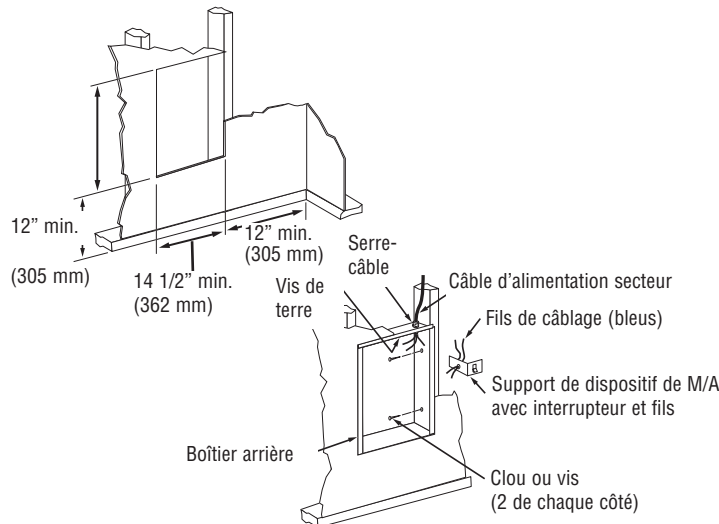

Figure 2 - Positionnement du boîtier arrière dans une construction neuve
1. Préparer une ouverture murale de 14-1/2" (362 mm) de large sur 18-1/2" (470 mm) de haut à la hauteur de montage voulue, mais pas plus près que 12" (305 mm) du sol ou d'un mur adjacent (Voyez la Figure 2). Positionnez l'ouverture pour qu'un de ses côtés soit le long d'un poteau mural.
2. Tirez un câble secteur dans la zone de l'entrée défoncée à l'angle supérieur droit du boîtier arrière (Voyez la Figure 2). Tout le câblage doit être réalisé en conformité avec les normes électriques nationales et locales. Référez-vous à la partie Spécifications pour le calibre correct de fils.